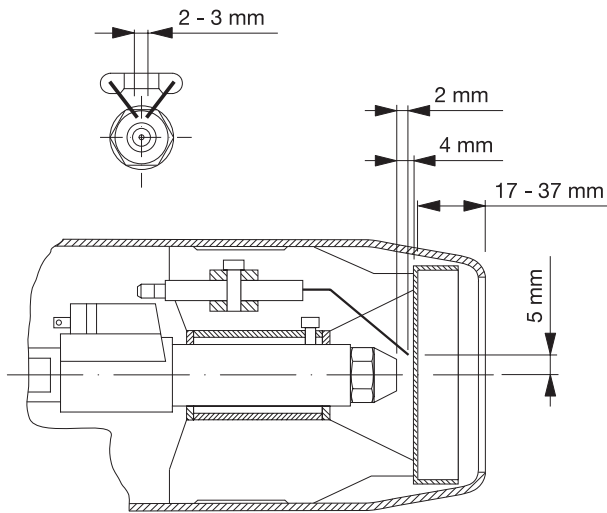

Abbildung 10 / Afb. 10 / Figure 10
- Abstand zwischen Stauscheibe und Düse (siehe Abb. 10).
- Afstand tussen sproeier en vlamhaker instellen (zie afb. 10).
- Ecart entre l'écran réducteur de pression et le gicleur (Cf. fig. 10).
- Die Einstellmaße der Zündelektroden sind zu prüfen bzw. einzustellen (siehe Abb. 10). Anschließend den Brenner in Betriebsposition bringen und Service-Schraube anziehen.
- Vérifier et éventuellement régler les références de position des électrodes d'allumage (Cf. fig. 10). Mettre ensuite le brûleur en position de service et visser la vis de service.